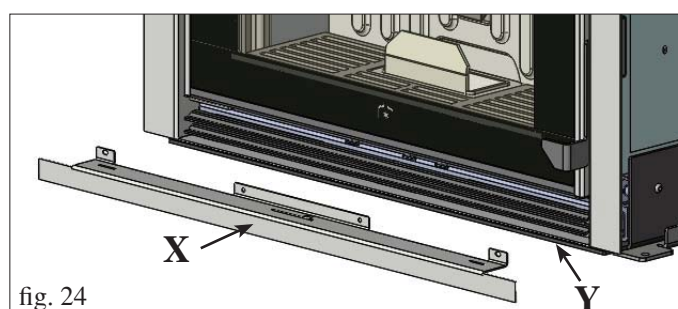

fig. 24
Después de quitar la rejilla inferior, se puede montar, en la base inferior de la estructura, el perfil metálico de acabado “angular” (X - para revestimientos de “marco” o con cartón-yeso) en sustitución del perfil metálico plano (Y) ya montado (ver fig. 24).